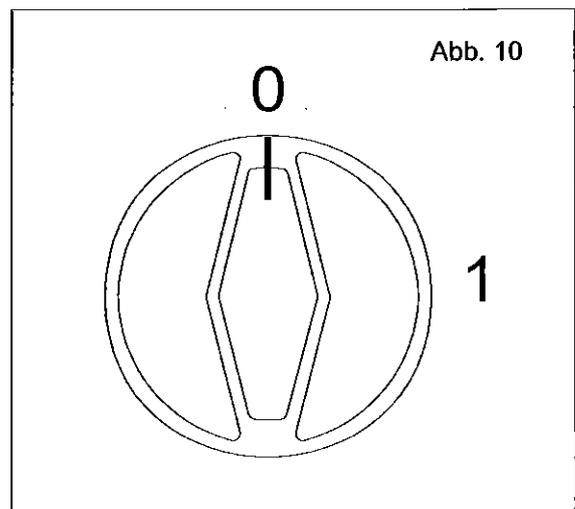

Abb. 10
- Den Drehknopf (Abb. 10) auf Position (1) stellen, das Display C (Abb. 11) leuchtet auf.
- Den Drehknopf (Abb. 10) wieder auf Position "0" stellen